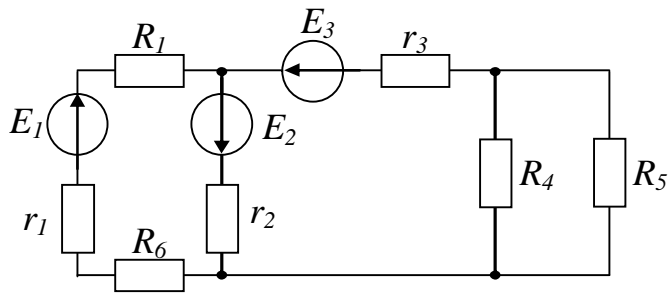

Рис. 1.28
**1.69.** В електричній схемі рис. 1.28 визначити струми у всіх вітках і скласти баланс потужностей, якщо  $E_1 = 10$  В,  $r_1 = 2$  Ом,  $E_2 = 2$  В,  $r_2 = 3$  Ом,  $E_3 = 6$  В,  $r_3 = 1,5$  Ом,  $R_1 = 5,5$  Ом,  $R_4 = R_5 = 5$  Ом,  $R_6 = 4,5$  Ом. Вказати режими роботи джерел.